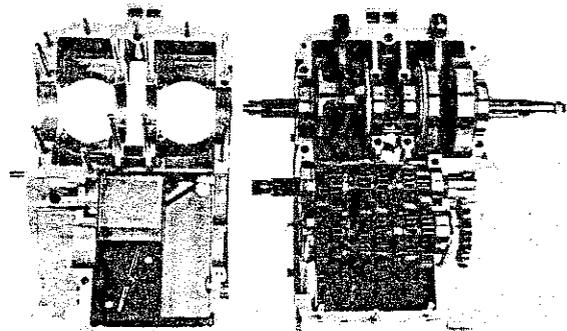

Fig. 81
- 4) Usare come ermetico cospargendo uniformemente sulla superficie di giunzione il mastice Better Arexon (Fig. 81).
- 4) Use Arexons "Better" type jointing compound, smearing a light coat of it on the crankcase mating surfaces (Fig. 81).